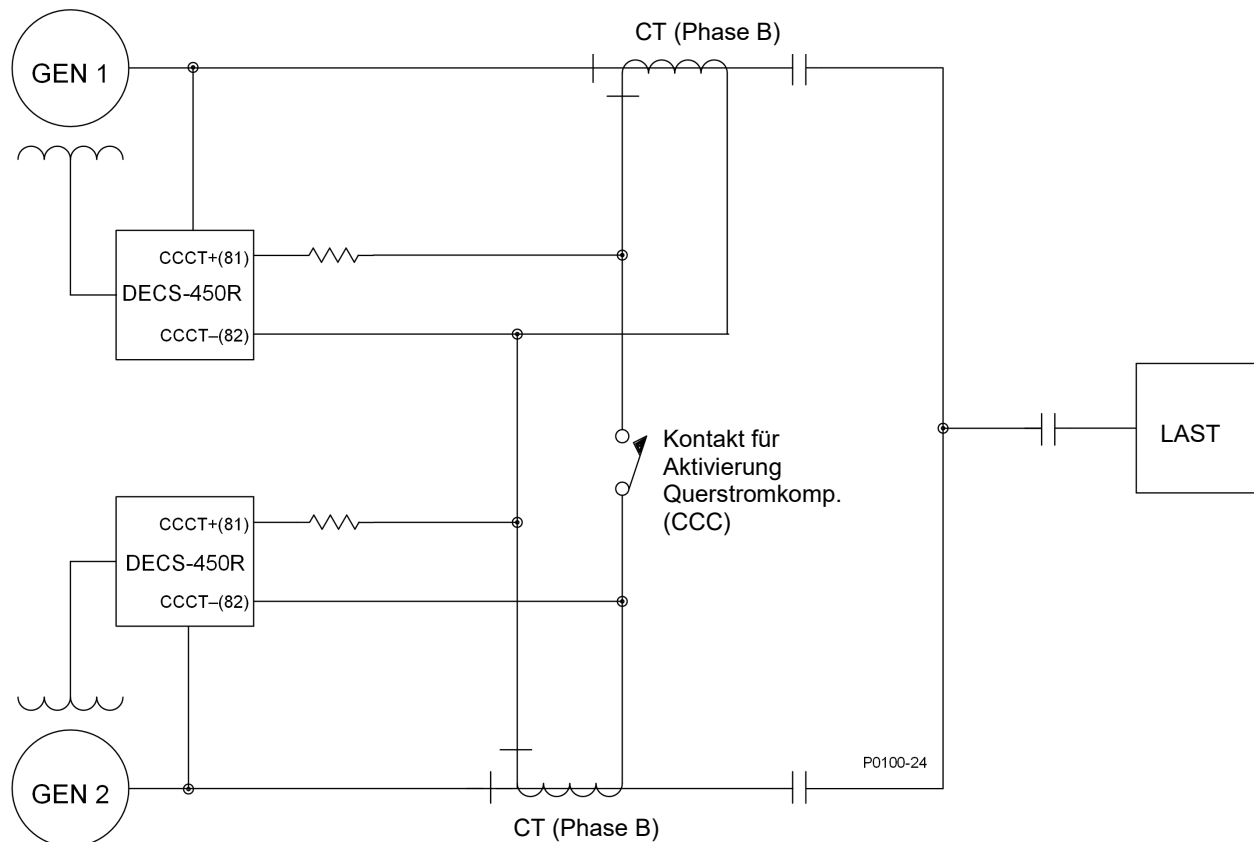

Abbildung 4-3. Anschlüsse für die Querstromkompensation
Der Querstromkompensationsmodus (Blindstromdifferential) ermöglicht zwei oder mehr parallel geschalteten Generatoren, sich eine Last zu teilen. Wie in Abbildung 4-3 dargestellt, wird jeder Generator von einem DECS-450R gesteuert, das die Klemmen 81 (CCT+) und 82 (CCT-) des DECS-450R für die Querstromkompensation (CCC) sowie einen speziell dafür vorgesehenen, externen Stromtransformator (CT) zur Messung des Generatorstroms verwendet (nur Phase B). Die in Abbildung 4-3 dargestellten Widerstände werden verwendet, um die Last einzustellen und können entsprechend der Anwendung angepasst werden. Stellen Sie sicher, dass die Nennleistung der Widerstände für die Anwendung angemessen ist.